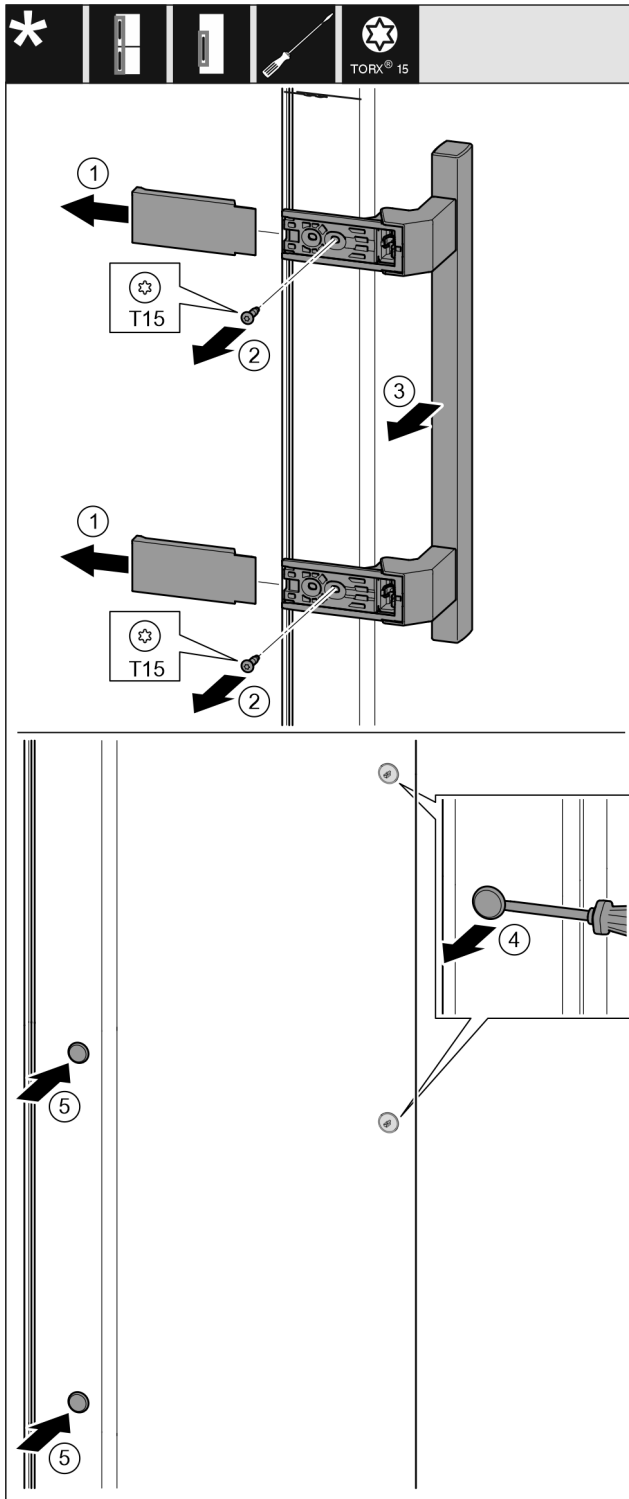

Fig. 17
- ▶ Hiqni kapakun mbulues. Fig. 17 (1)
- ▶ Nxirrni jashtë vidat me një kaçavidë T15. Fig. 17 (2)
- ▶ Hiqni dorezën. Fig. 17 (3)
- ▶ Ngrini lart me kujdes tapat anësore me një kaçavidë me kokë petë dhe nxirrini jashtë. Fig. 17 (4)
- ▶ Vendosni sërish tapat në anën tjetër. Fig. 17 (5)